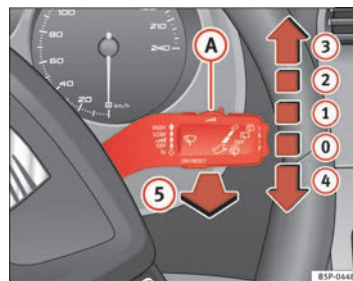

Abb. 85 Scheibenwischer- und Scheibenwascherhebel
Der Scheibenwischerhebel ⇒ Abb. 85 hat folgende Stellungen:
- Wenn bei eingeschalteter Wischerstufe $\Rightarrow$ Seite 127, Abb. 85 ② oder ③ das Fahrzeug anhält, wird automatisch auf die nächste Stufe heruntergeschaltet. Fährt das Fahrzeug wieder an, wird erneut auf die eingestellte Wischerstufe hochgeschaltet.